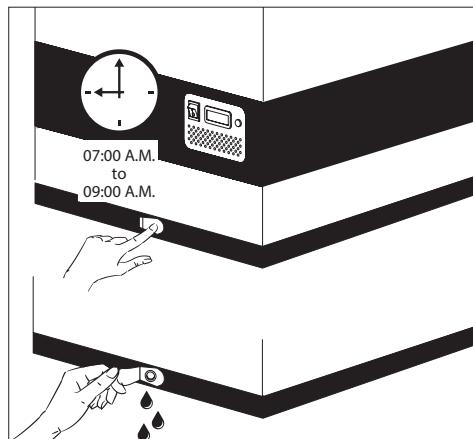

fig. 7
1. Desconecte la fuente de energía, apagando el botón de encendido/apagado. Importante! SOLO apague la fuente de energía del compartimiento del congelador. (ver la fig. 7)